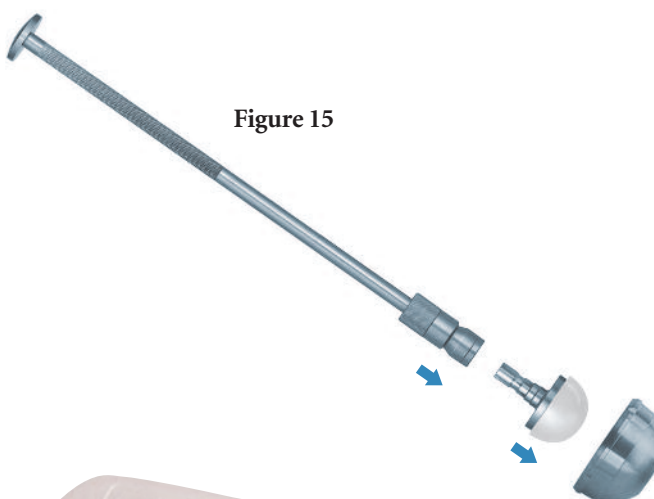

Figure 15
2. Monter l'embout sur le manche du positionneur/impacteur (**Figure 15**).